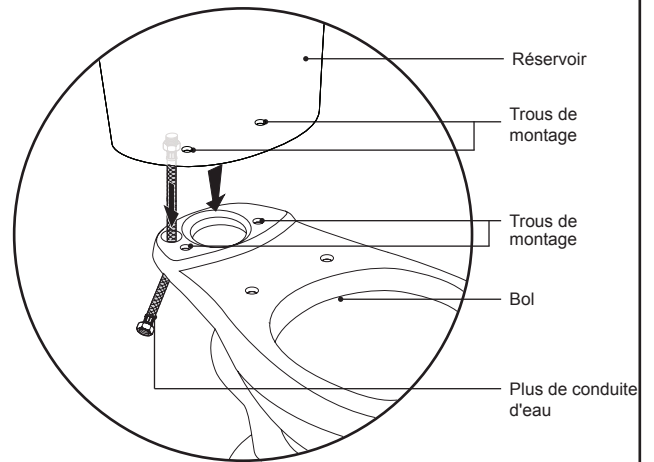

Figure 10
- 3 Placez le réservoir sur la cuvette, en alignant les trous de fixation du réservoir avec les trous de fixation sur la cuvette (figure 10).
Figure 10 s'applique à l'installation Espree toilettes™ uniquement.